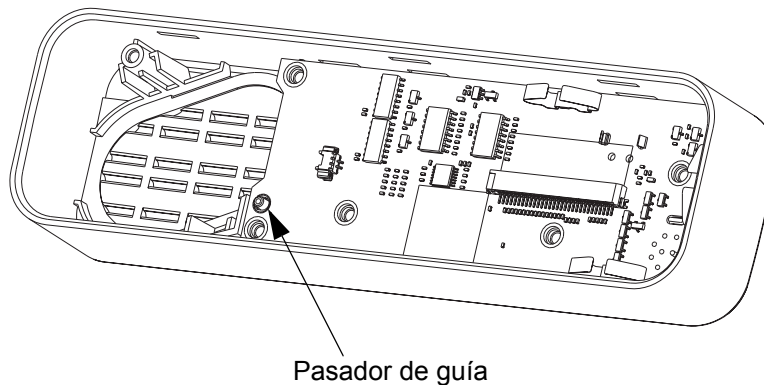

Figura 5-36 Montaje de la tarjeta de circuito impreso
- c. Monte la tarjeta en el conjunto de la unidad de control usando el conector hembra del micrófono como punto principal de alineación. Verifique que la tarjeta esté debidamente asentada; para ello asegúrese de que el pasador de guía de la carcasa pase a través de la tarjeta. Consulte la Figura 5-36.